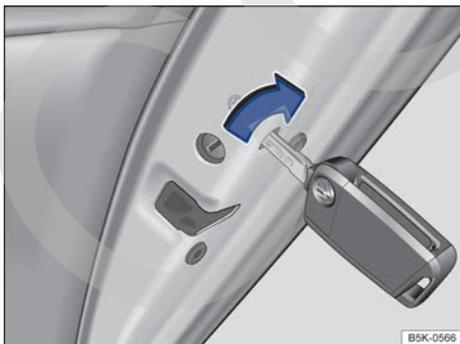

Fig. 64 En el frontal de la puerta trasera derecha: bloqueo de emergencia del vehículo con la llave de este.
- Introduzca el paletón de la llave en la ranura y gírelo → fig. 64.